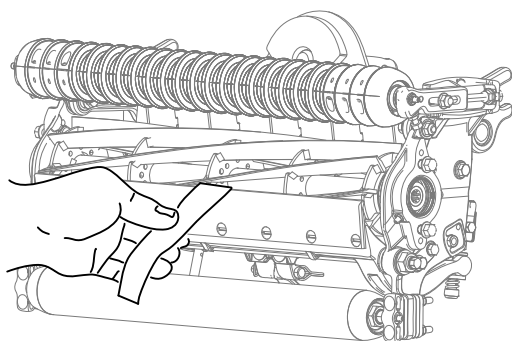

Figura 7
2. Teste o desempenho de corte inserindo uma fita comprida de desempenho de corte (peça Toro n.º 125-5610) entre o cilindro e lâmina de corte, perpendicular à lâmina de corte (Figura 7). Lentamente rode o cilindro para a frente; deve cortar o papel.